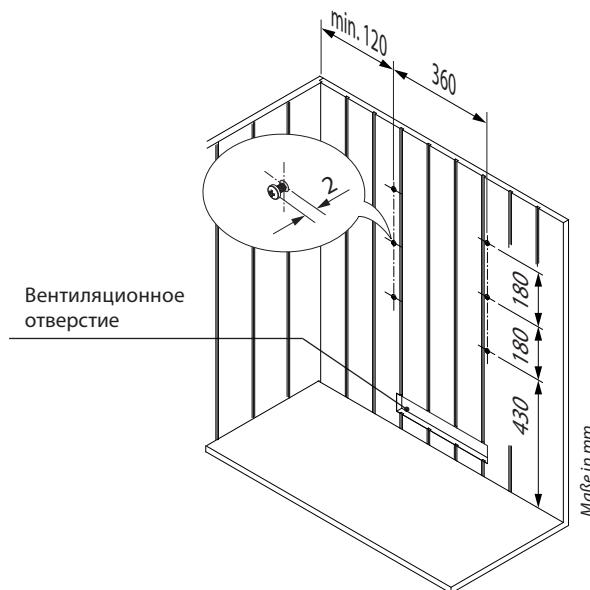

Рис. 3
- Вкрутите входящие в комплект поставки шурупы в стенку кабины по центру над вентиляционным отверстием согласно рис. 3. Для навешивания нагревательного прибора сауны между головкой шурупа и поверхностью стенки кабины должно оставаться примерно 2 мм.